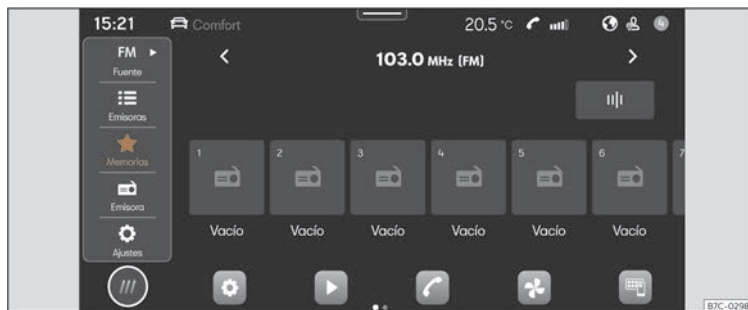

Fig. 129 Representació esquemàtica::Vista Radio
- Premeu **HOME** > >>> **fig. 129**.